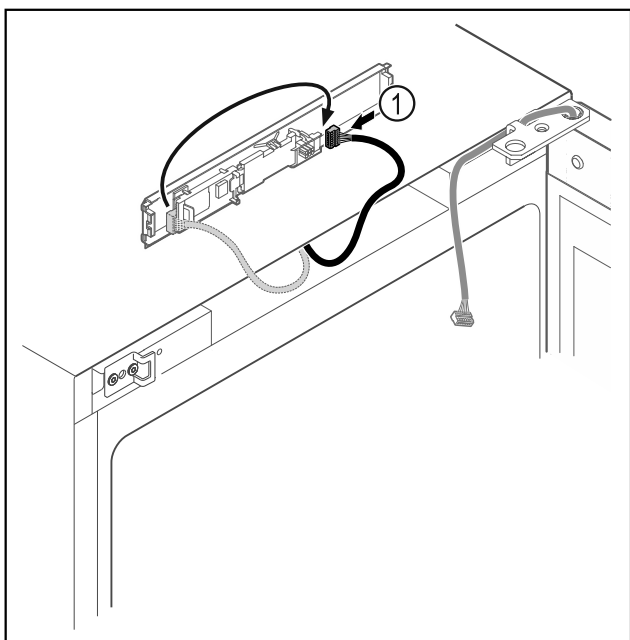

Fig. 12
- Scambiare la posizione del connettore Fig. 12 (1) sulla scheda.